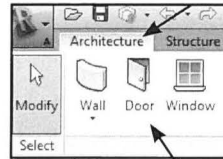
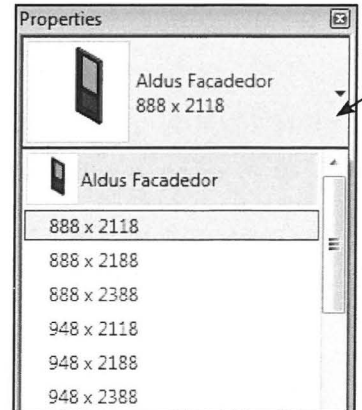

Fig. 08.29.
Fig. 08.30. Vælg mellem størrelser.
- Klik på *Architecture - Door* og døren Aldus Facadedør, vil nu være at finde på listen i *Properties* (Fig. 08.29 - Fig. 08.30). Hvis du valgte at loade den ind, ellers gør det nu.